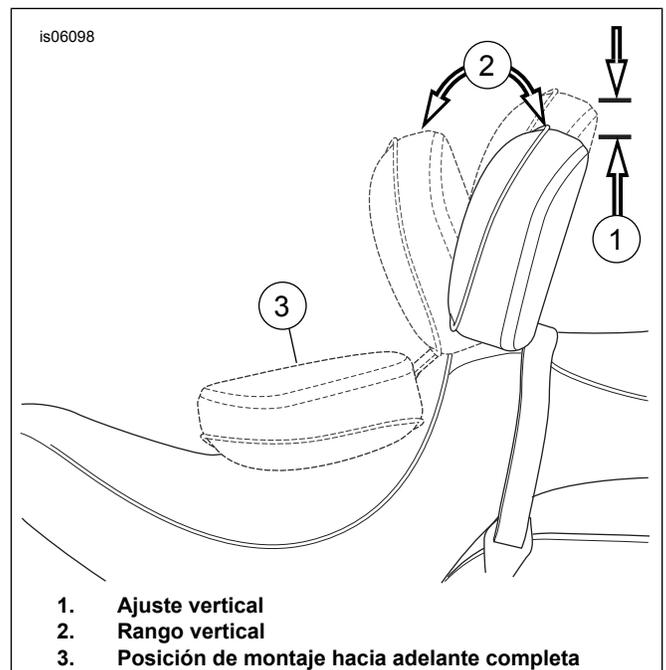

Figura 8. Posiciones del respaldo
7. Vea la Figura 8. Cuando el respaldo y el asiento estén en su posición, empuje el respaldo a la posición completamente hacia delante (3). El mecanismo del respaldo presionará contra la parte inferior del asiento y contra el protector del asiento insertado.
1. Vea la Figura 8. El mango de ajuste se utiliza para mover la almohadilla del respaldo hacia las posiciones delantera y trasera.
2. Para ajustar la almohadilla del respaldo hacia adelante o hacia atrás (2), empuje el mango. Inclinarlo hacia atrás contra la almohadilla del respaldo ayudará a ajustarlo hacia atrás. Manteniendo su peso fuera de la almohadilla del respaldo mientras empuja el mango hará que el respaldo llegue a su posición delantera completa. Liberar el mango bloqueará el respaldo en su posición.
3. Para ajustar la almohadilla del respaldo hacia arriba y hacia abajo (1), tire de la perilla en la parte posterior de la almohadilla. Mueva el respaldo hacia arriba o hacia abajo en la posición deseada y luego suéltelo cuando la almohadilla esté en la posición deseada.